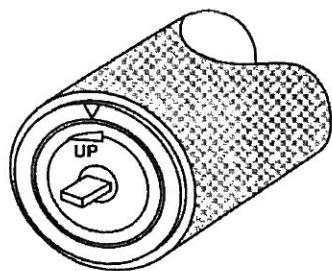

fig. 2
- Introdurre la tenda nella feritoia a croce del supporto destro, verificando che la freccia in rilievo sulla molla sia posizionata come in fig. 2, facendo attenzione a non far ruotare la tenda durante l'inserimento, altrimenti la linguetta del fermo-molla potrebbe sganciarsi e far scaricare la molla. Nel caso succeda, procedere al caricamento.
- Insert the night blind into the cross slit of the right bracket, making sure that the position of the arrow sign on the spring is as per FIG. 2.
- Stecken Sie das Nachtrollo in den gekreuzten Schlitz der rechten Halterung mit der Pfeil auf der Feder in der Lage wie auf Bild 2. Passen Sie bitte auf, dass das Nachtrollo nicht dreht, sonst die kleine Zunge der Feder könnte sich lösen und die Feder könnte sich entspannen. In diesem Fall müssen Sie die Feder spannen.
- Colocar la cortina en la ranura cruzada del soporte derecho asegurándose que la flecha sobre el muelle sea en la posición según FIG. 2. Atención de no girar la cortina, si no la lingüeta podría desengancharse y el muelle podría desescargarse. En este caso se deberá cargar el muelle.
- Insérer le rideau dans le fente en croix du support droit de façon que la flèche dans le ressort soit dans la position indiquée en FIG. 2. Attention : le rideau ne doit pas tourner, autrement la clavette de calage du ressort pourrait se décrocher en causant le déchargeement du ressort. Dans ce cas, il faudra charger le ressort.